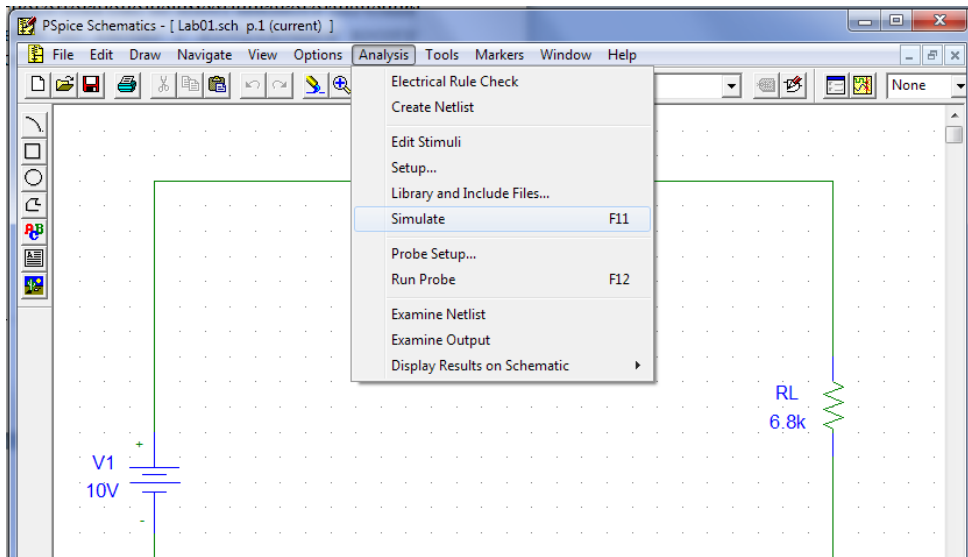

Рис. 13.2. Зміст меню Analysis
2) Відкрийте меню **Analysis** (Аналіз) і запусіть процес моделювання, натиснувши мишею по рядку **Simulate** (Почати моделювання) - рис. 13.2.